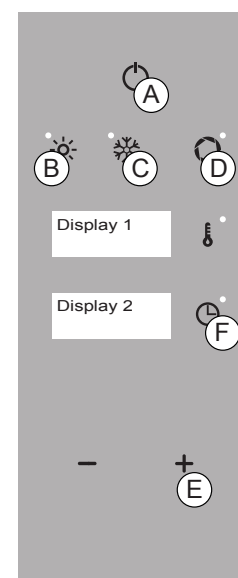

Fig. 9
1. Presione la tecla "ENTER" (Fig. 9/A) y presione simultáneamente las teclas "CONVECCIÓN", "VENTILACIÓN" y "PURGA" durante 5 segundos (Fig. 9/B+C+D).
2. Presione varias veces la tecla "MÁS" hasta seleccionar "P05" (Fig. 9/E - Pantalla 1).
3. Presione la tecla "TIEMPO" (Fig. 9/F) para entrar en el parámetro y con la tecla "MÁS" configure el valor en "1".
4. Para memorizar el parámetro presione la tecla "TIEMPO" (Fig. 9/F).
Presione durante 5 segundos la tecla "ENTER" (Fig. 9/A) para salir de la función.